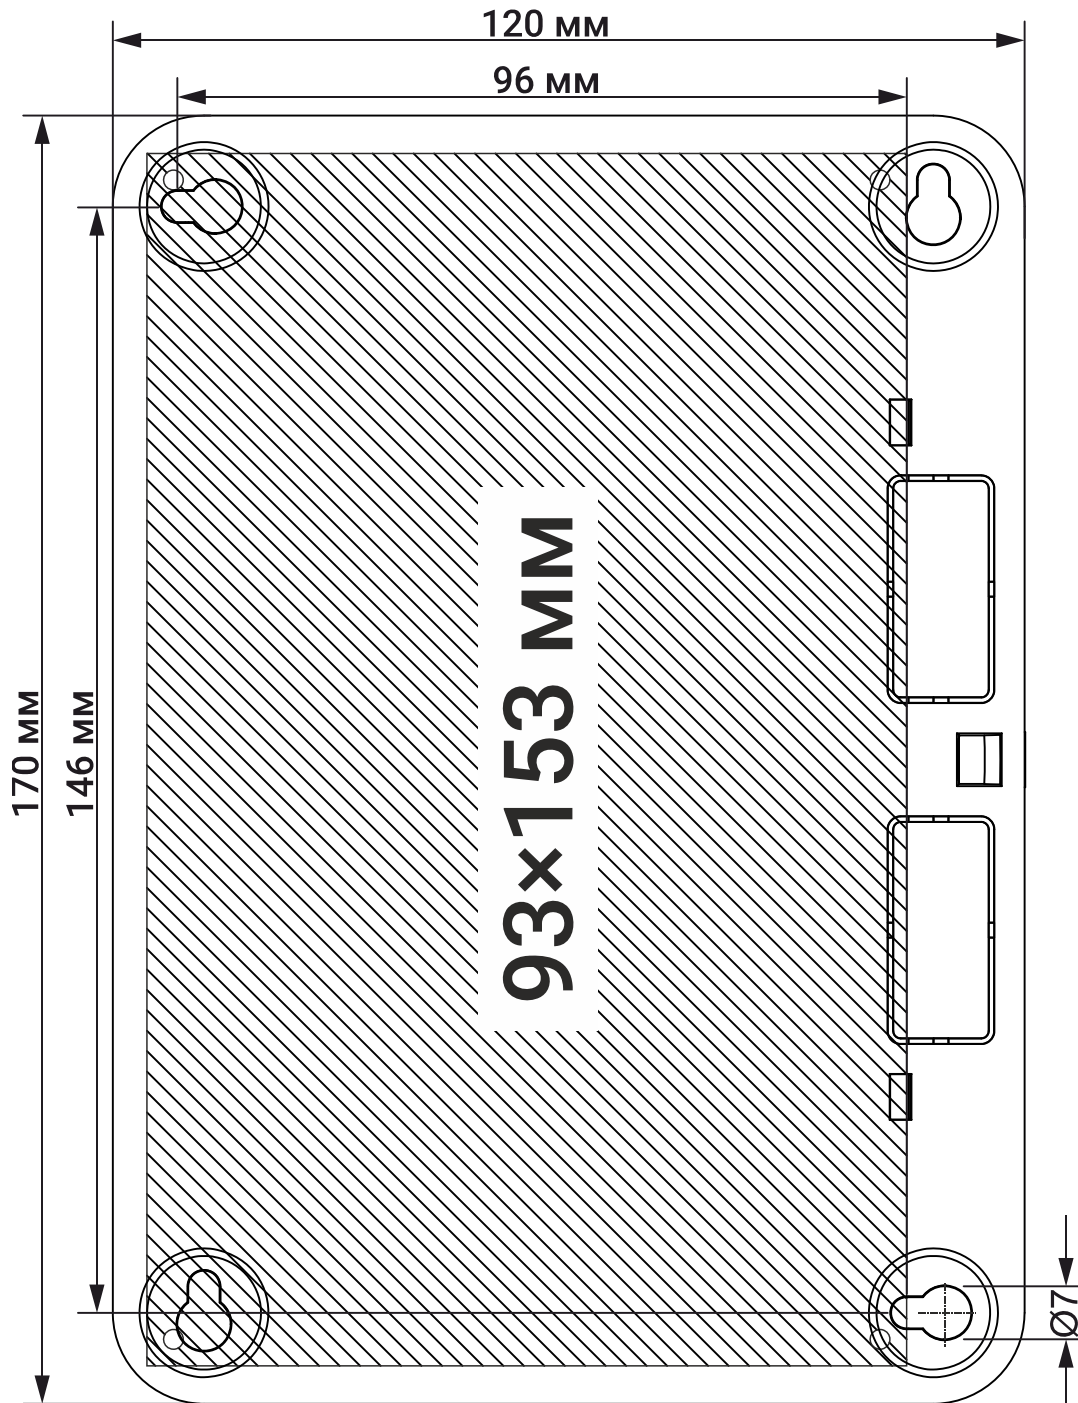

Рисунок 1. Габаритные размеры и монтажные области корпуса
1. Произведите разметку поверхности в соответствии с размерами (Рис. 1).